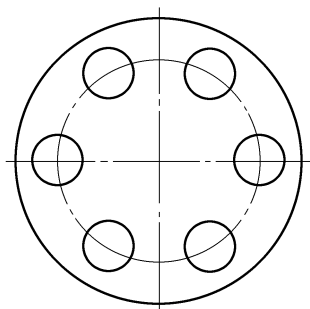

图 4-30 阵列练习图
【例 4-11】 绘制如图 4-30 所示的图形。
5) 拾取小圆, 单击鼠标右键表示拾取结束。拾取中心线的交点为阵列中心, 操作结果如图 4-30 所示。